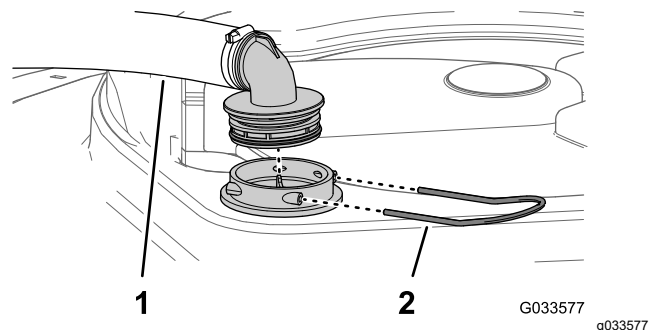

Figura 28
2. En la parte superior del depósito de fumigación, retire la horquilla de retención que sujeta el acoplamiento que está conectado a la manguera grande y al alojamiento del filtro (Figura 28).
3. Retire la manguera y el acoplamiento del alojamiento del filtro (Figura 28).